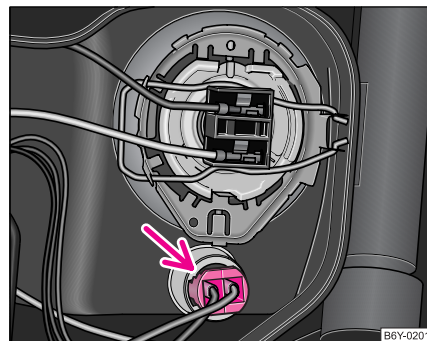

Fig. 176 Desmontaje de la bombilla para luz de posición delantera
- Extraiga del faro el portalámparas con bombilla para luz de posición ⇒ página 247, fig. 176.